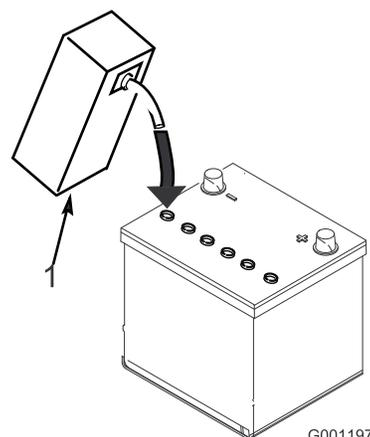

図 4
3. 各セルに慎重に電解液を満たす。電極板が 6 mm 程度水没するぐらいが適当 (図 4)。
4. 電極板が液を吸収するまで 20~30 分間程度待つ。必要に応じて、電極板が 6 mm 程度水没するぐらいに電解液を補充する (図 4)。